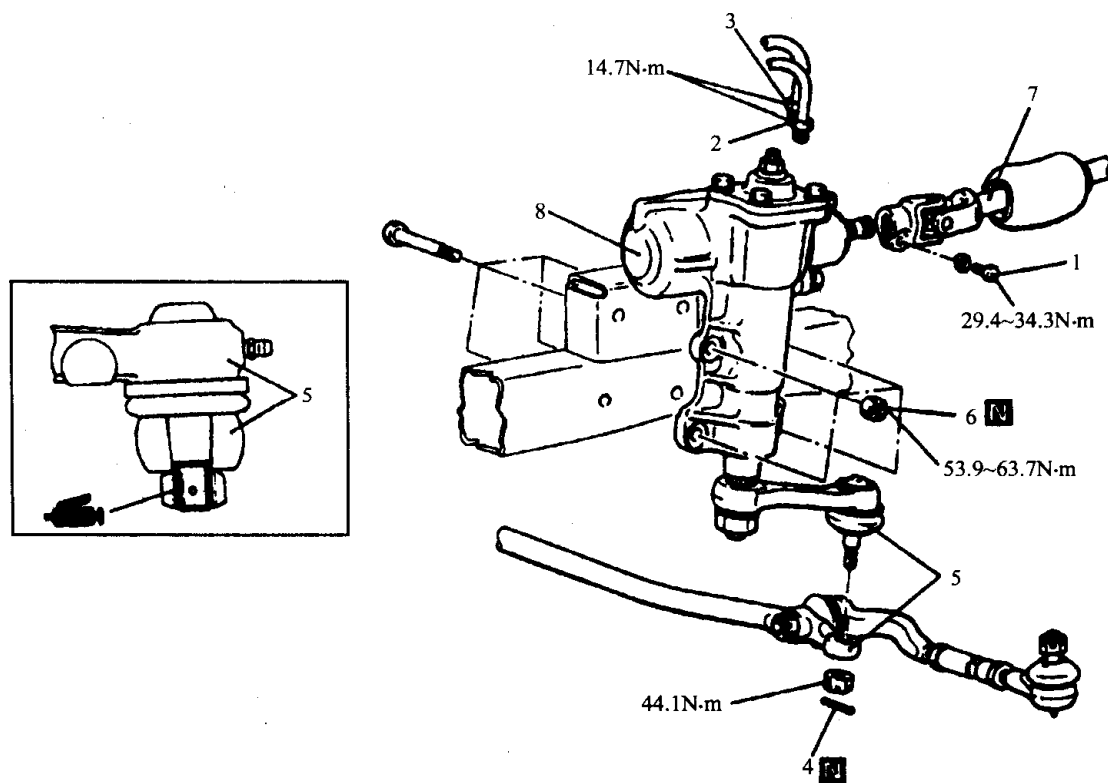

图7-18动力转向机壳的拆装
(1) 动力转向机壳的拆装见图7-18。拆卸前应排出动力转向油，安装后应加注动力转向油，并从动力转向油路中排出空气。